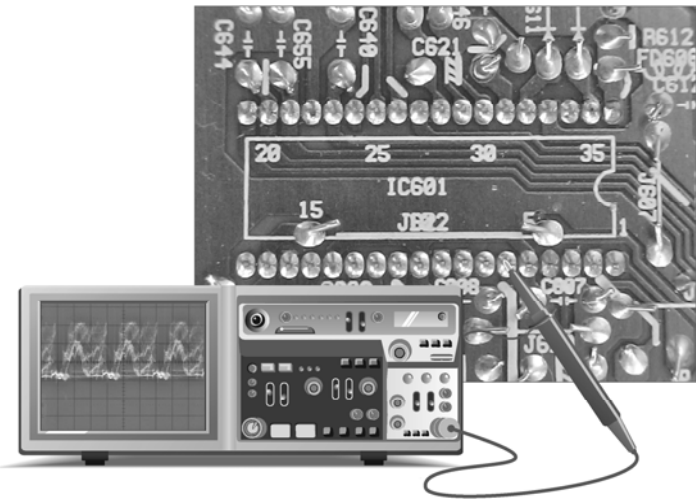

图 2-64 M52743BSP⑥脚输入的 R 信号波形的检测
首先检测从计算机显卡输入接口送来的 R 信号，这个信号是从视频预放集成电路 M52743BSP 的⑥脚输入的，将示波器探头放到⑥脚上，如图 2-64 所示，检测时，适当调整示波器幅度旋钮，正常状态下，应得到图 2-64 所示的波形信号。